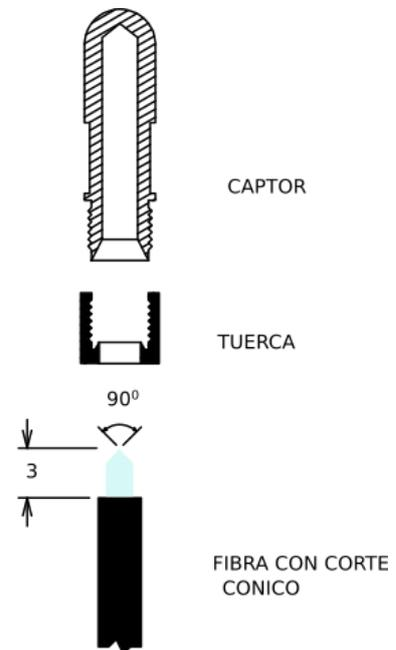

FIGURA 2
- La herramienta para la terminación es un trozo de lija al agua N°150. Con esta lija, en seco, se pule el cono dándole un ángulo de aproximadamente 90° (45° con respecto al eje del cable, ver figura 2).